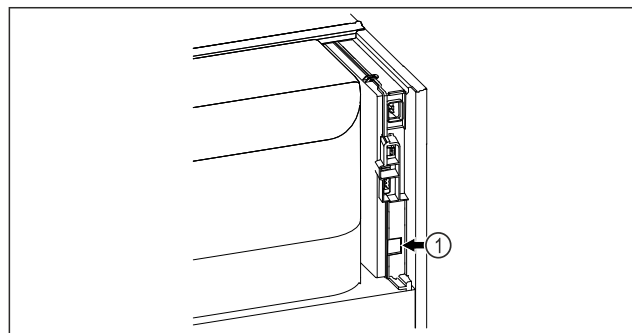

Fig. 90
- ☐ SmartModule Fig. 90 (1) on sisse pandud.